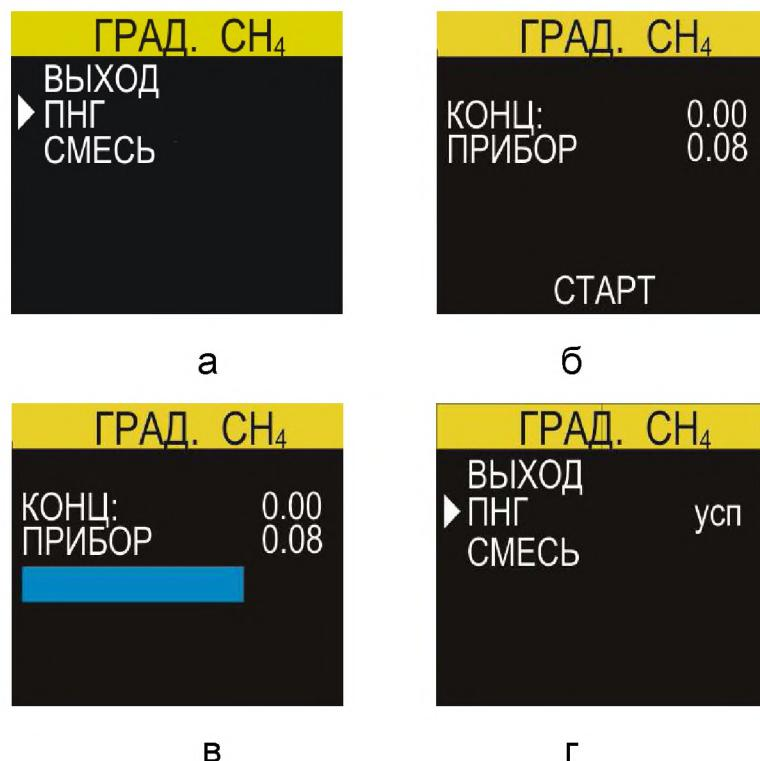

Рисунок 17. Меню градуировки метана. Выставление "нуля"
3.1.5 Далее необходимо произвести калибровку "нуля". Для чего выбрать в меню градуировки строку "ПНГ" и нажать кнопку "OK" (рис.17а). На дисплее отобразится содержание метана в ПНГ-азот ("КОНЦ.") и текущие показания прибора по каналу метана ("ПРИБОР") - см.рис.17б.
равному утроенному значению  $t_{0,9}$  для выбранного газа (для метана - 90 сек, для остальных газов - 180 сек) до тех пор, пока не исчезнет полоса загрузки (рис.17в), а дисплей не вернется на первый этап градуировки (рис.17г).